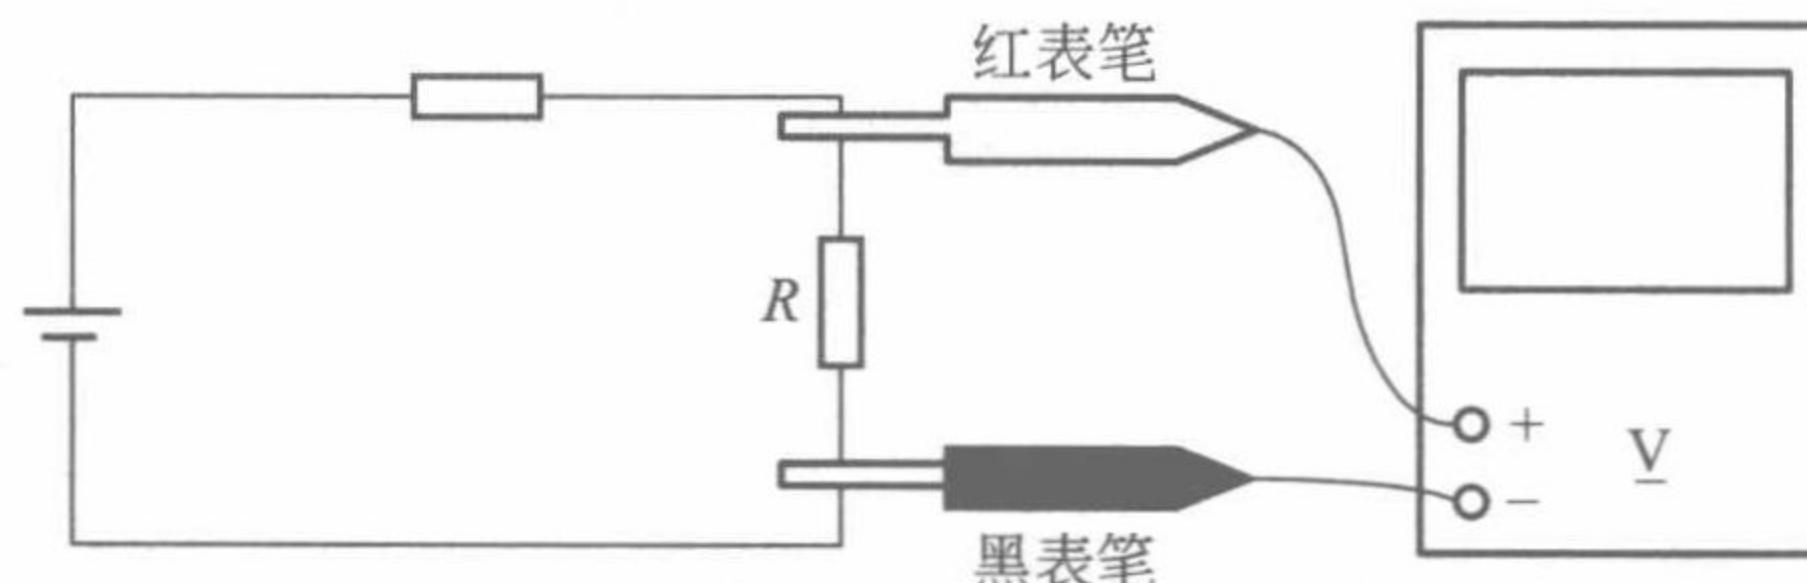

图 1-6 直流电压的测量
① 转换开关旋至“V”挡位，正确选择量程，所选量程应大于被测电压，若不知被测电压大小时，则应先以最大量程试测，然后逐次旋至适当量程上（使指针接近满刻度或大于 $2/3$ 满刻度为宜）。
② 如图 1-6 所示，万用表并接于被测电路，且注意极性不可接反，即红表笔接高电位端，黑表笔接低电位端。
③ 根据指针在标有“—”或“DC”符号的刻度线上的位置及所选量程，正确读数。